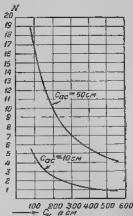

Рис. 4
На рис. 4 показаны кривые изменения величины N в зависимости от емкости C_{ac} , т. е. от настройки. Эти кривые иллюстрируют резкое падение величины коэффициента усиления с увеличением емкости C_{ac} , т. е. с удлинением волны, причем надо отметить, что эта зависимость N от настройки будет одинаковой на всех диапазонах, поскольку в формулу (3) частота непосредственно не входит.